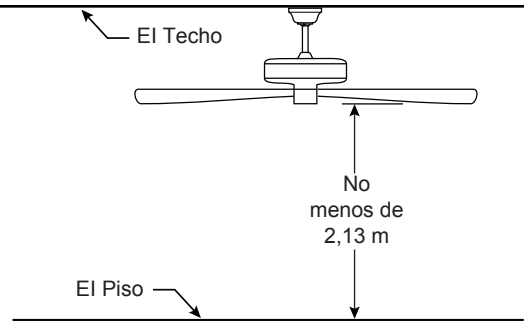

Figura 2
### Uso de perfil profundo (Figura 2)
- 2. Retire el clip de horquilla y pasador de horquilla de la parte inferior de la bola para colgar. Retener el pasador y clip para la reinstalación en el paso 4. (Figura 2)
Debe colgar el ventilador a una distancia mínima de 2,13 m desde las aspas hasta el piso. (Figura 2)
Para evitar una posible descarga eléctrica, asegúrese de cortar la alimentación eléctrica de la caja de fusibles principal antes de alambrado el ventilador. (Figura 2)
2. Coloque y ajuste firmemente la cubierta para el tornillo de la base sobre los tornillos de reborde de la abrazadera para colgar mediante el mecanismo de seguro por giro del chavetero. (Figura 2)
2. Instale la unidad del carcasa de interruptor en el soporte utilizando las dos ranuras principales de conexión. Vuelva a colocar el tercer tornillo y asegure los tres tornillos. (Figura 2)
2. Restaure la fuente de alimentación de la toma de corriente enciendo la electricidad del fusible principal. (Figura 2)